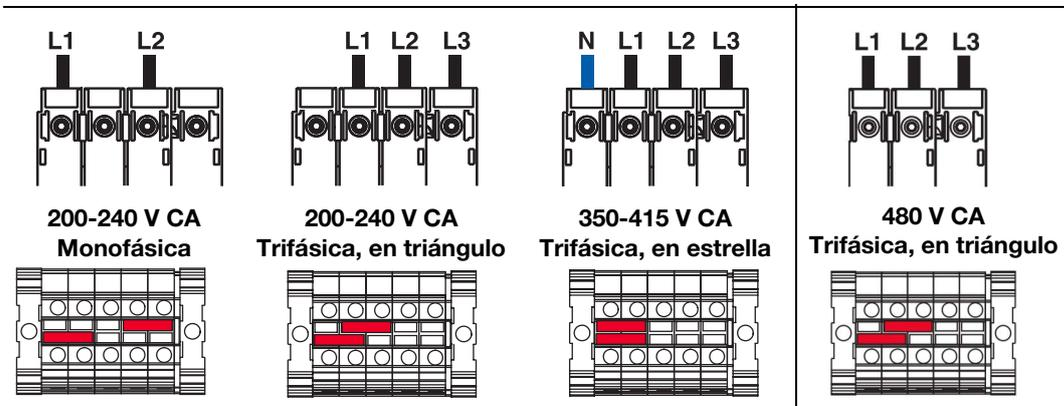

FIG. 7: Terminales de los puentes eléctricos y posiciones
1. Apague el interruptor principal de desconexión (AG).
4. Conecte el cable de tierra al terminal de conexión a tierra (GT).
5. Conecte el cable de alimentación como se indica (consulte la FIG. 7). Tire suavemente de todas las conexiones para verificar que estén bien fijadas.
6. Apriete el casquillo de alivio de tensión (SR).